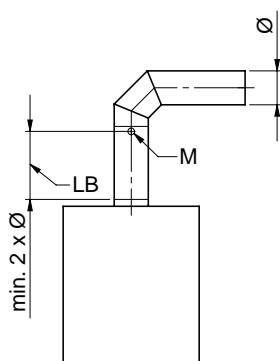
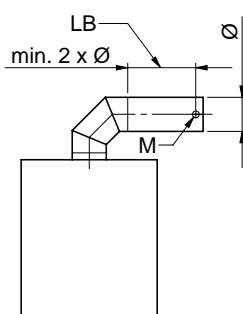

Fig. 128
Fig. 129
- j) Apertura per la misurazione dei gas combustibili: l'apertura per la misurazione deve essere esterna alla caldaia (Fig. 128 e Fig. 129), pertanto utilizzare il tubo con l'apertura per la misurazione, oppure praticare un foro nel tubo dei gas combustibili in acciaio inox con una punta \varnothing 11 mm.
Il foro di misurazione della polvere deve avere un diametro (\varnothing) almeno 2x il tubo di scarico dopo un tratto rettilineo di smorzamento – Fig. 128 e Fig. 129.